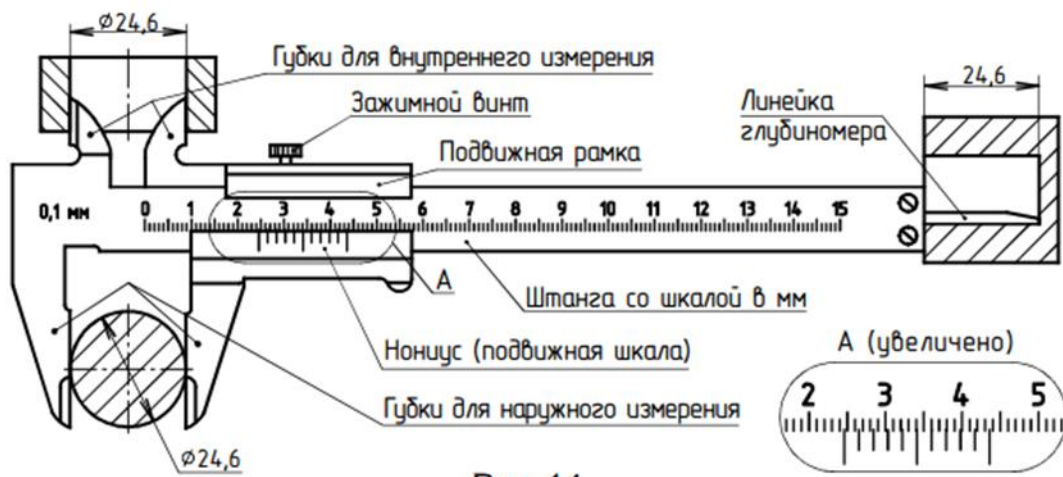

Рис.3
Для измерения наружных линейных размеров применяют штангенциркуль (рис. 3). Размеры диаметров, глубину отверстий и полостей измеряют с помощью штангенциркуля.
Штангенциркуль – один из самых распространенных инструментов измерения благодаря простой конструкции, удобству в обращении и скорости в работе. Порядок отсчёта показаний штангенциркуля по шкалам штанги и нониуса следующий (рис. 3):
- считают число целых миллиметров, для чего находят на шкале штанги штрих, ближайший к крайнему левому (нулевому) штриху нониуса, и запоминают его числовое значение (на рис. 3 это 24 мм);
- считают доли миллиметра, для чего на шкале нониуса находят штрих, ближайший к его нулевому штриху и совпадающий со штрихом шкалы штанги, и умножают цену деления (0,1 мм) нониуса на порядковый номер штриха нониуса (на рис. 3 это $0,1 \times 6 = 0,6$ мм);
- подсчитывают полную величину показания штангенциркуля, для этого складывают число целых миллиметров и долей миллиметра (на рис. 3 это $24 \text{ мм} + 0,6 \text{ мм} = 24,6 \text{ мм}$).